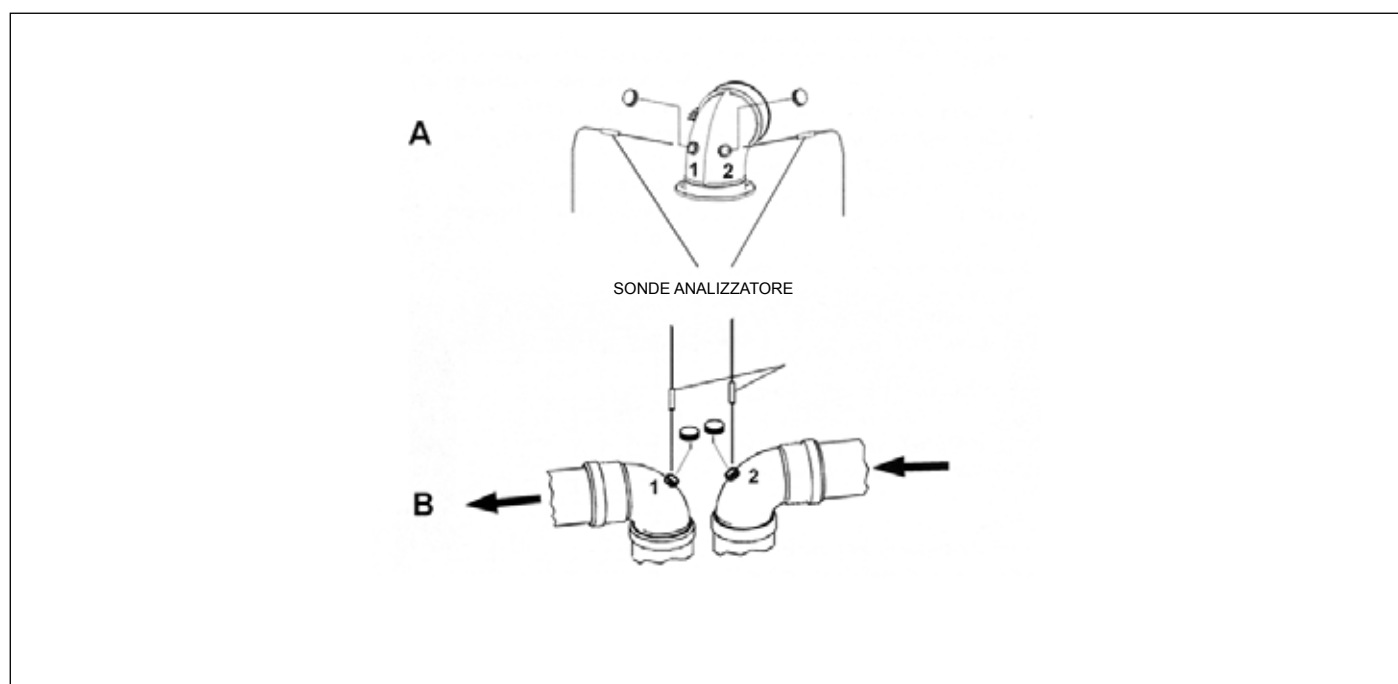

Fig. 17 Esempi di punti di rilevazione fumi
- misura della temperatura dell'aria comburente prelevata nell'apposito foro 1 (Vedi rif. (A) Fig. 17 Esempi di punti di rilevazione fumi , per le caldaie a camera stagna dotate di tubazione con fori predisposti).
- misura della temperatura dei fumi e della quantità di CO₂ prelevata nell'apposito foro 2 (Vedi rif. (A) Fig. 17 Esempi di punti di rilevazione fumi , per le caldaie a camera stagna dotate di tubazione con fori predisposti).
- misura della temperatura dell'aria comburente prelevata nell'apposito foro 2 (Vedi rif. (B) Fig. 17 Esempi di punti di rilevazione fumi , per le caldaie a camera stagna dotate di tubazione con fori predisposti).
- misura della temperatura dei fumi e della quantità di CO₂ prelevata nell'apposito foro 1 (Vedi rif. (B) Fig. 17 Esempi di punti di rilevazione fumi , per le caldaie a camera stagna dotate di tubazione con fori predisposti).